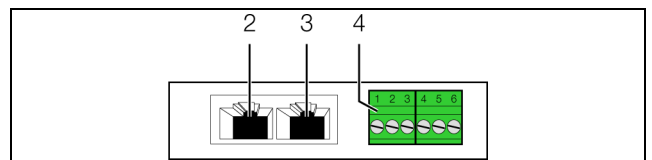

Abb. 7: Rückseite des Universalsensors
- Schließen Sie an der Universal-Schnittstelle gemäß der folgenden Beschreibungen ein externes Gerät an (Abb. 7, Pos. 4).
- Verbinden Sie den Universalsensor über ein CAN-Bus-Verbindungskabel mit einer CAN-Bus-Schnittstelle der CMC III Processing Unit bzw. der benachbarten Komponente im CAN-Bus (Abb. 7, Pos. 2).
- Schließen Sie ggf. an der zweiten, freien CAN-Bus-Schnittstelle des Universalsensors (Abb. 7, Pos. 3) eine weitere Komponente an (z. B. einen anderen Sensortyp).